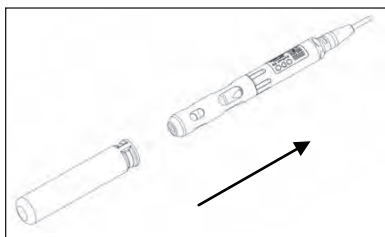

Figura 3
5. Deslize a manga de calibragem/armazenamento sobre a protecção da sonda, para manter a sonda num ambiente húmido para armazenamento e calibragem (Figura 3). É importante manter sempre o seu sensor num ambiente húmido, para que a tampa do sensor não seque.